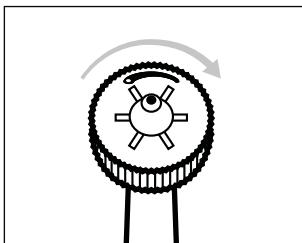

Fig. 6
- ◆ Rotiți regulatorul de duze **1** cu degetele în sens orar în vederea unui jet multiplu pentru masarea gingiilor (a se vedea fig. 6 și 7).